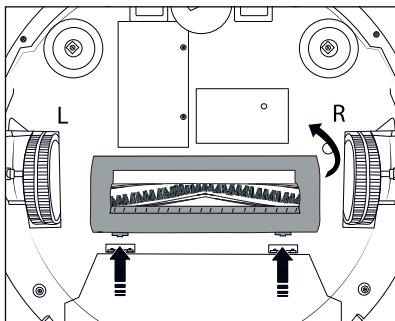

Fig. 14
- ♦ Premere i due tasti di sblocco della copertura del rullo a spazzola 15 per disimpegnarla. Togliere la copertura del rullo a spazzola 15 dall'apparecchio (vedere fig. 14).